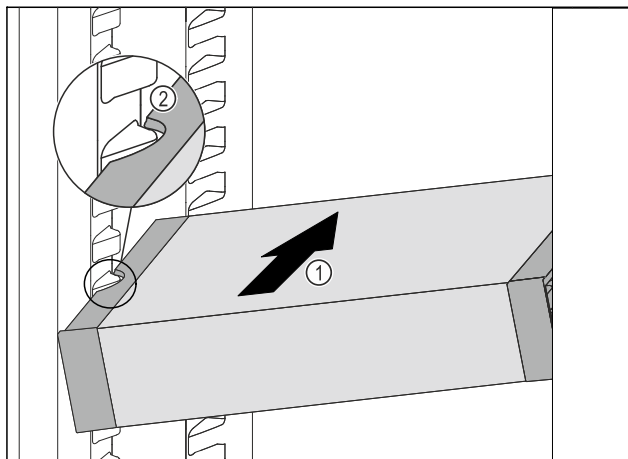

Fig. 63
- ▶ Insérer le VarioSafe en biais dans la partie réfrigérateur Fig. 63 (1) jusqu'à ce que les encoches latérales Fig. 63 (2) du VarioSafe se trouvent à la hauteur de la nervure du bac dans la partie réfrigérateur.